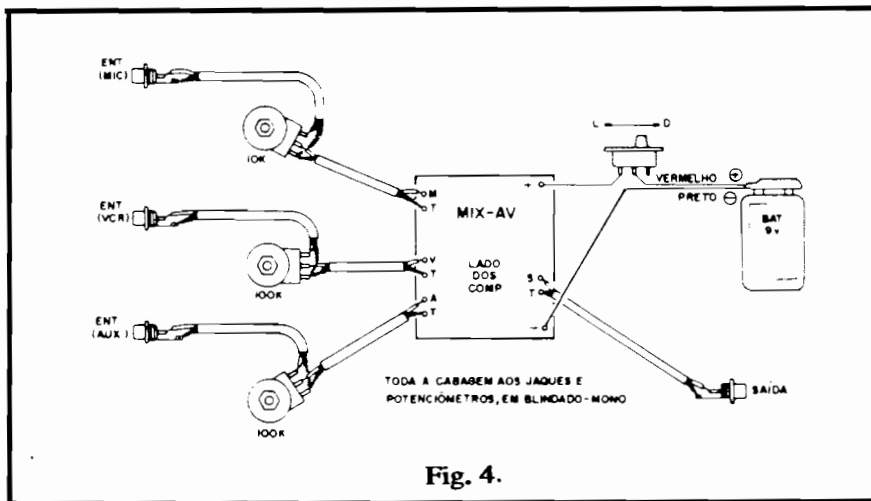

Fig. 4.
- **FIG. 4 - Diagrama das conexões** externas à placa (itens **muito** importantes, na montagem do MIX-AV). Observando a periferia da placa (ainda vista pelo lado não cobreado...) o Leitor/Hobbysta notará os códigos adotados para identificar as diversas ilhas de ligação da cabagem externa (comparar com a figura anterior, nº3, é uma boa...). Notar, com bastante atenção, os seguintes pontos: